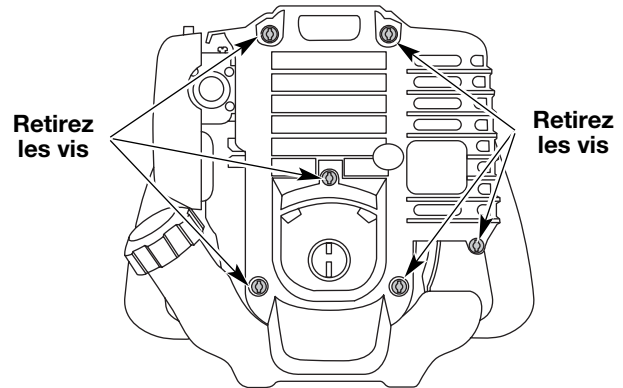

Fig. 27
- Enlevez les deux vis (2) du haut du couvercle du moteur à l'aide d'un tournevis à lame plate ou T-25 Torx (Fig. 27).
- Déposez le couvercle du moteur (Fig. 27).